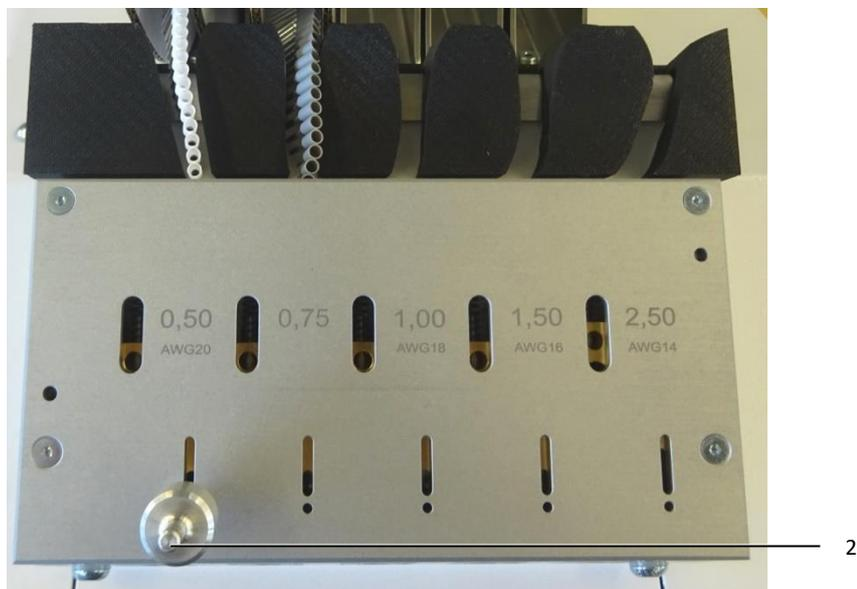

Fig. 9: Perno di fissaggio inferiore
- Inserire il perno di fissaggio dei puntalini con diametro minore frontalmente nell'apertura inferiore (fig. 9, pos. 2) dell'unità di trasporto.